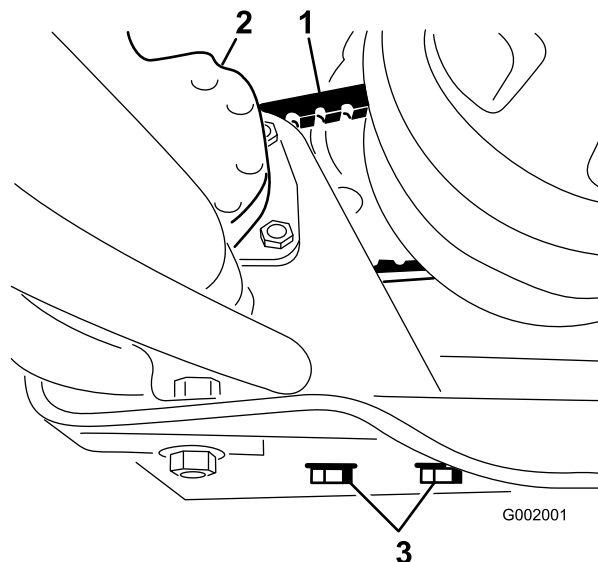

Figura 64
2. Desaperte os parafusos de montagem da bomba de direcção (Figura 64).